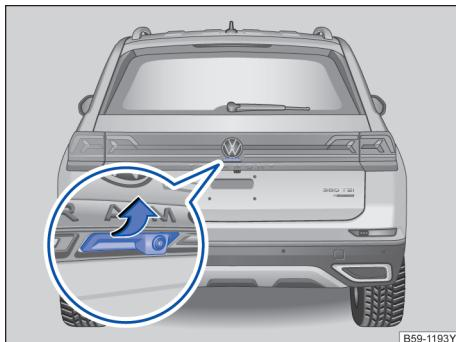

图 61 从车外打开行李厢盖
钥匙在行李厢盖的有效范围内，可以直接通过行李厢盖上的按钮打开后盖→图 61
- 向上拉起图示按钮→图 61，打开行李厢。
- 操作拉手按钮 → 图 61。